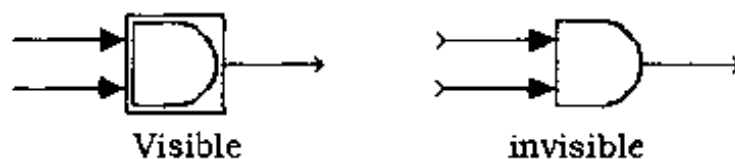

图 6.21 图标边框设置的效果
(1) Icon frame Icon frame 指的是图标外的矩形边框。设置 Icon frame 参数为 Visible, 显示边框; 若设置为 Invisible, 隐藏该边框。默认值为显示图标边框。例如, 图 6.21 显示了 AND(与)门模块的图标边框可见和不可见的区别。